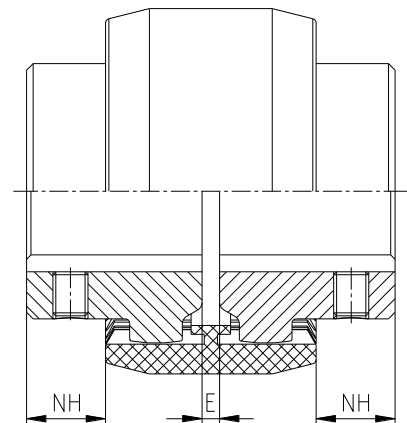

Bild 14: Kupplungseinbau
- Verschieben Sie die Aggregate in axialer Richtung, bis das E-Maß erreicht ist (siehe Bild 14).
- Richten Sie die Hülse über die Naben aus und überprüfen Sie das E- bzw. NH-Maß (siehe Bild 14 und Kapitel 1).